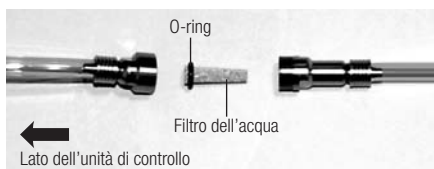

Fig. 26
2) Una volta smontato l'alloggiamento del filtro dell'acqua, è possibile rimuovere il filtro come illustrato dalla Fig. 26. Sostituire il filtro e rimontare il filtro seguendo l'ordine inverso (Fig. 26).
Montare il filtro dell'acqua nella direzione corretta come illustrato dalla Fig. 26.